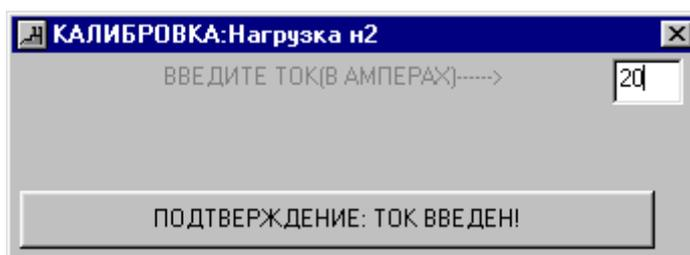

Рисунок 6.4 – Окно для введения измеренного тока
7. По окончании калибровки на экране появится окно с запросом ввести ток (рис. 6.4). Введите измеренный ток и нажмите кнопку подтверждения ввода.